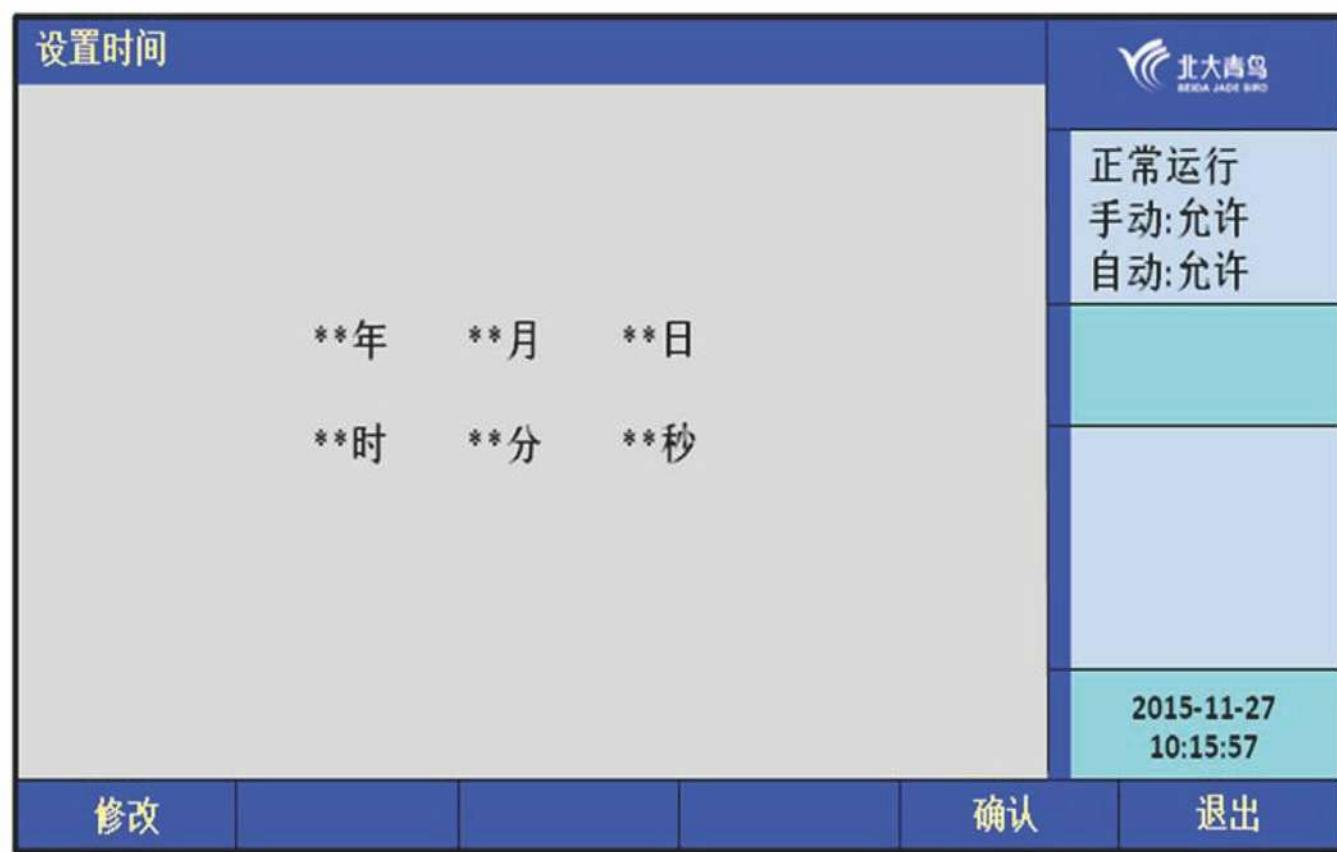

图 7.3.1
- 选择 1：设置时间，见图 7.3.1；
选择此菜单可以对时间进行设置，如图 7.3.1。
输入当前日期和时间，最后直接按【确认】键。图 7.3.1